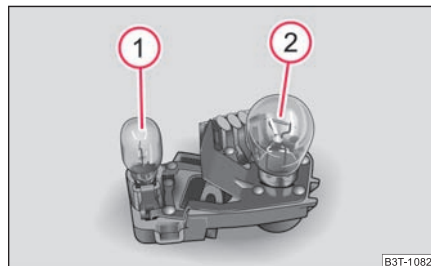

Fig. 241 Parte interior de la unidad de luces posteriores: Lámparas
- A fin de cambiar una bombilla del faro de marcha atrás ① ⇒ fig. 241, saque la bombilla defectuosa del portalámparas y coloque una nueva.
- Para cambiar la bombilla de la luz posterior antiniebla ② ⇒ fig. 241, gire la bombilla defectuosa hacia la izquierda, hasta el tope, y retírela.
⇒ página 272, fig. 241.